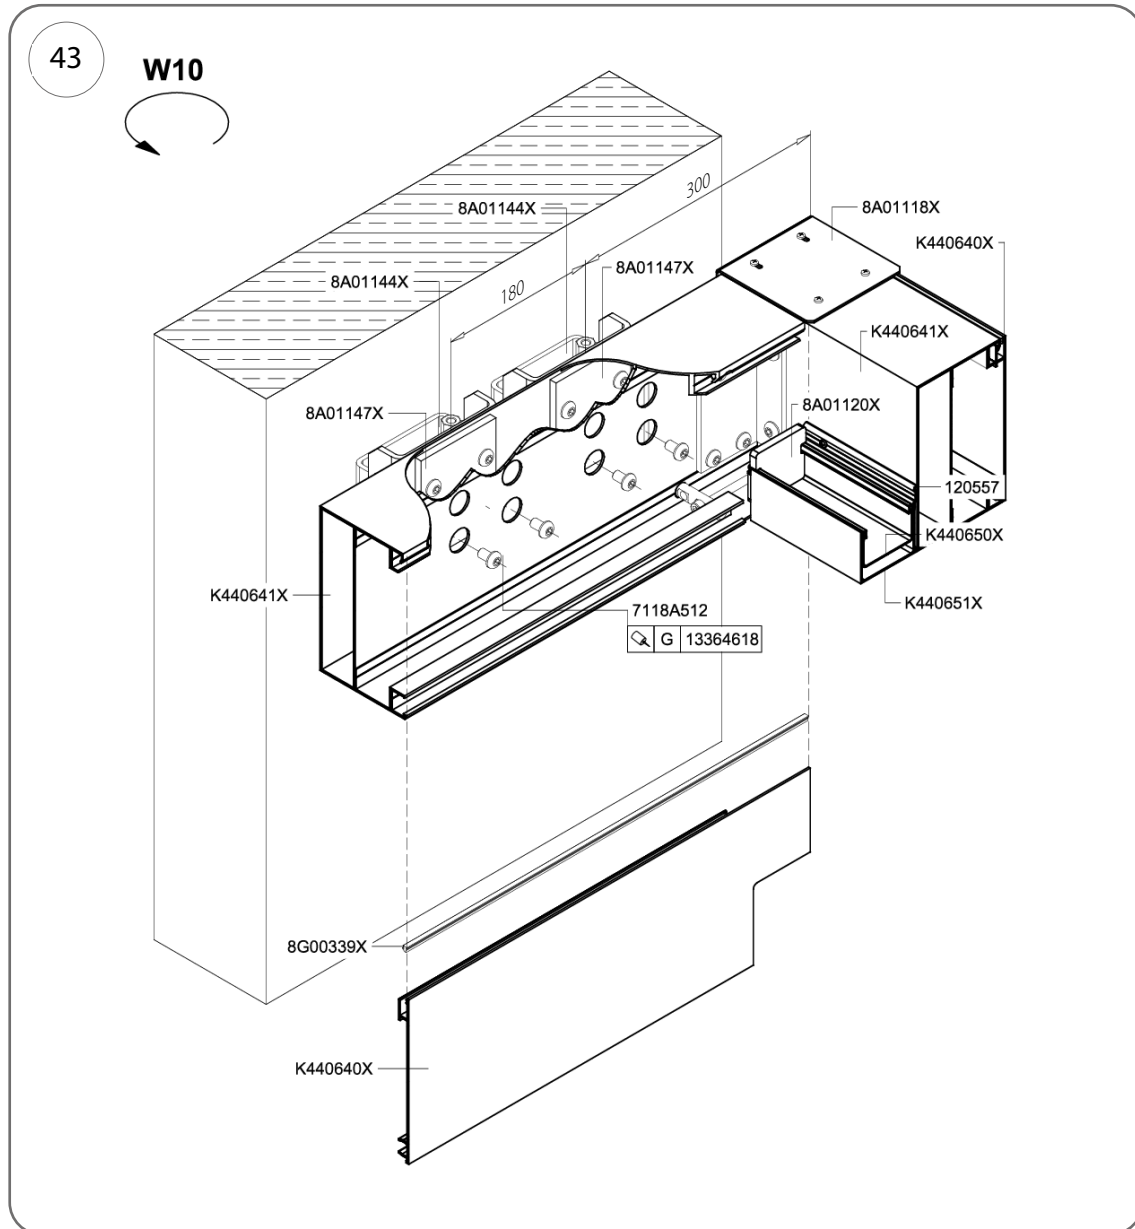

Fig. 43
2. Un punto di fissaggio del reggito è costituito da due staffe 8A01144X con una distanza da centro a centro di 180 mm, e il centro del primo ancoraggio deve trovarsi a 300 mm dalla superficie esterna del travetto nel nodo W10 (Fig. 43).